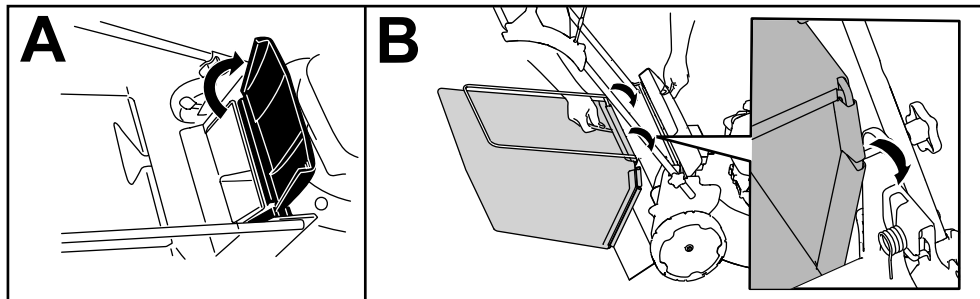

Bild 11
1. Heben Sie das hintere Ablenkblech an und halten Sie es hoch (A in Bild 11).
2. Setzen Sie den Grasfangkorb ein, stellen Sie sicher, dass die Stifte am Fangkorb in den Kerben am Holm sind (B in Bild 11).